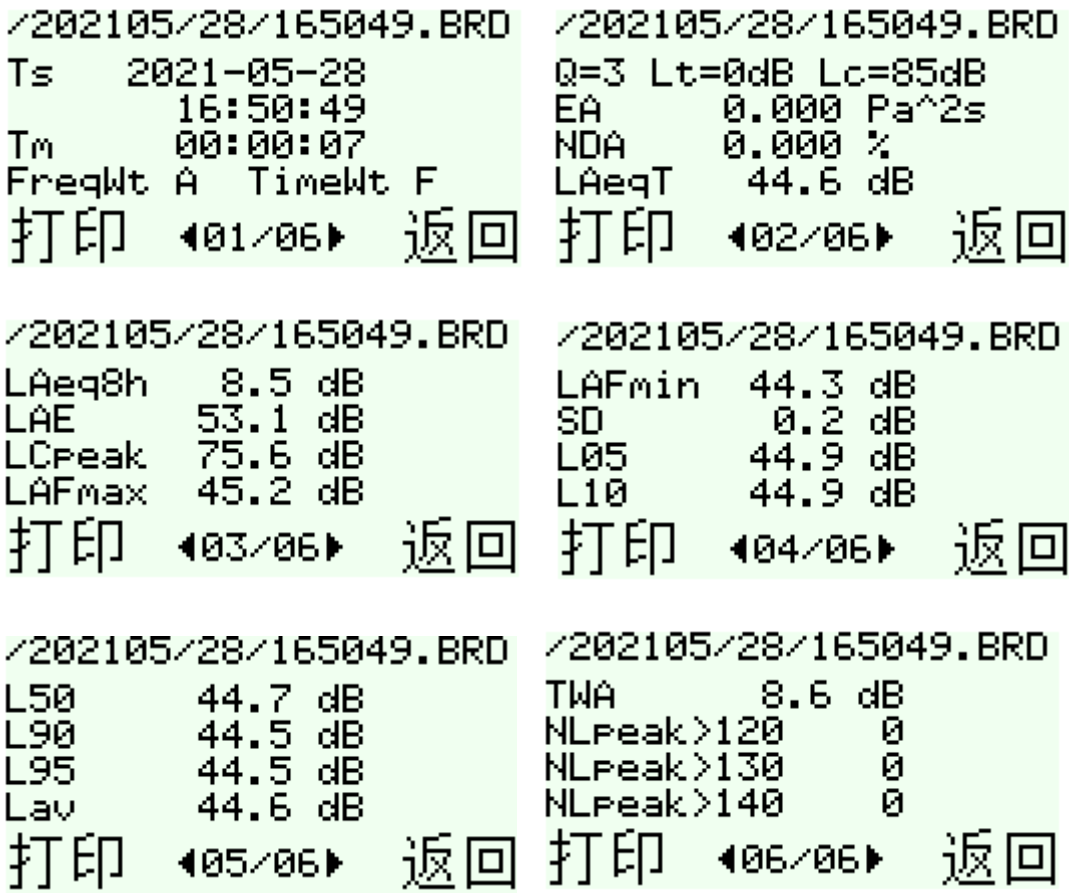

图 8 测量结果界面
e) 测量完毕后，测量结果见图 8。在此界面，用户可以按“左箭头”键或“右箭头”键查看本次测量结果。